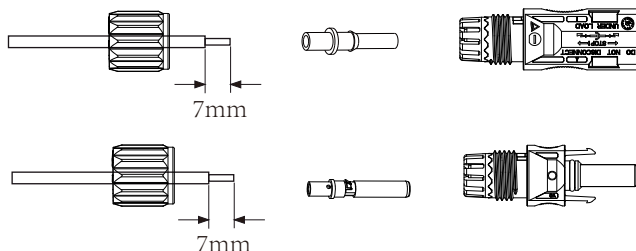

Figura 6.3 Desmontagem da bucha do conector
a) Desencape o isolamento do fio fotovoltaico em 7 mm, desmonte a porca de capa do conector, passe um fio fotovoltaico pela porca de capa do conector (veja a Figura 6.3). Repita essa operação com todos os fios fotovoltaicos, prestando atenção especial à polaridade do conector.